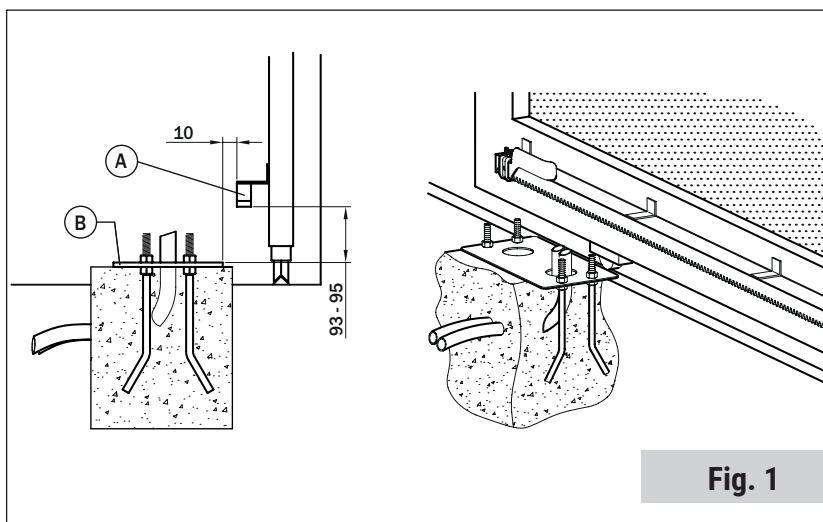

Fig. 1
- Svitare le viti del coperchio e toglierlo sfilandolo verso l'alto, come indicato in fig. 1. Verificare che i sei piedini di regolazione non sporgano dalla base del motoriduttore.